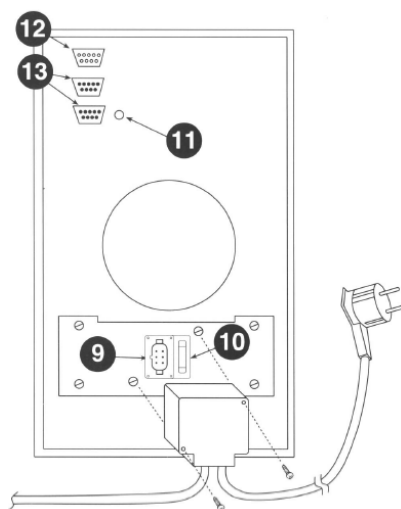

Рисунок 3.1 – Подключение выходного разъема
На задней стенке ИБП располагаются следующие элементы (см. рисунок 3.1):
3.1.5 Присоединить вводной разъем к вилке (9) на задней стенке ИБП и закрепить его винтами (см. рисунок 3.1).